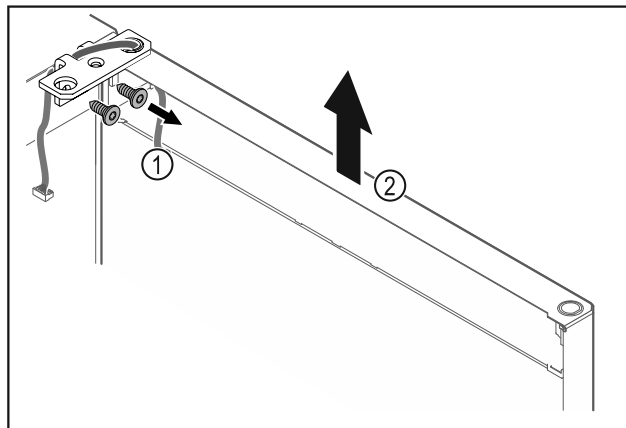

Fig. 25
- ▶ Deșurubați Fig. 25 (1) colțarul balamalei.
- ▶ Ridicați ușa inclusiv colțarul balamalei Fig. 25 (2) aproximativ 200 mm drept în sus și detașați-o.